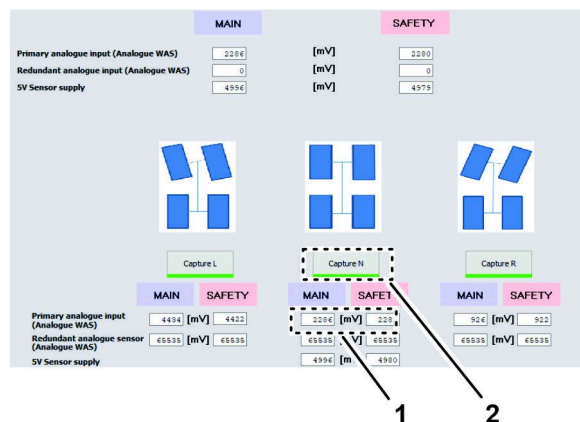

Figura 150
8. Clique no ícone CAPTURE N (Figura 150).